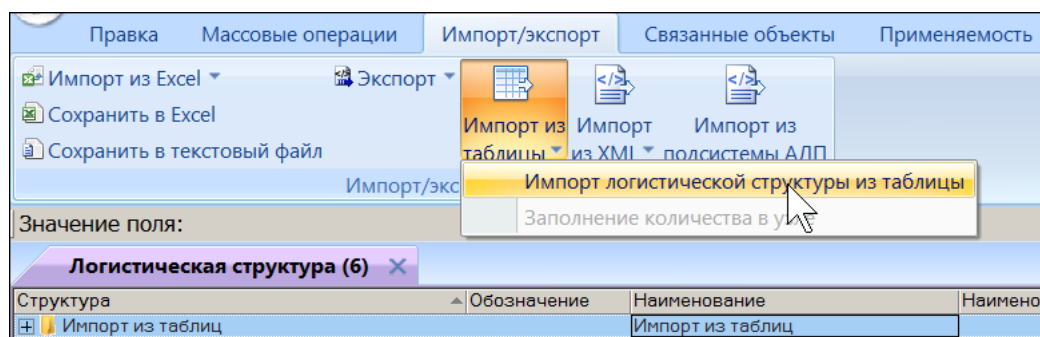

Рис. 30-50 – Вызов диалогового окна импорта из таблицы в рабочем окне «Логистическая структура»
- 3) Нажать кнопку «Импорт из таблицы» панели «Импорт/экспорт» и из раскрывшегося списка выбрать пункт «Импорт логистической структуры из таблицы» (рис. 30-50).